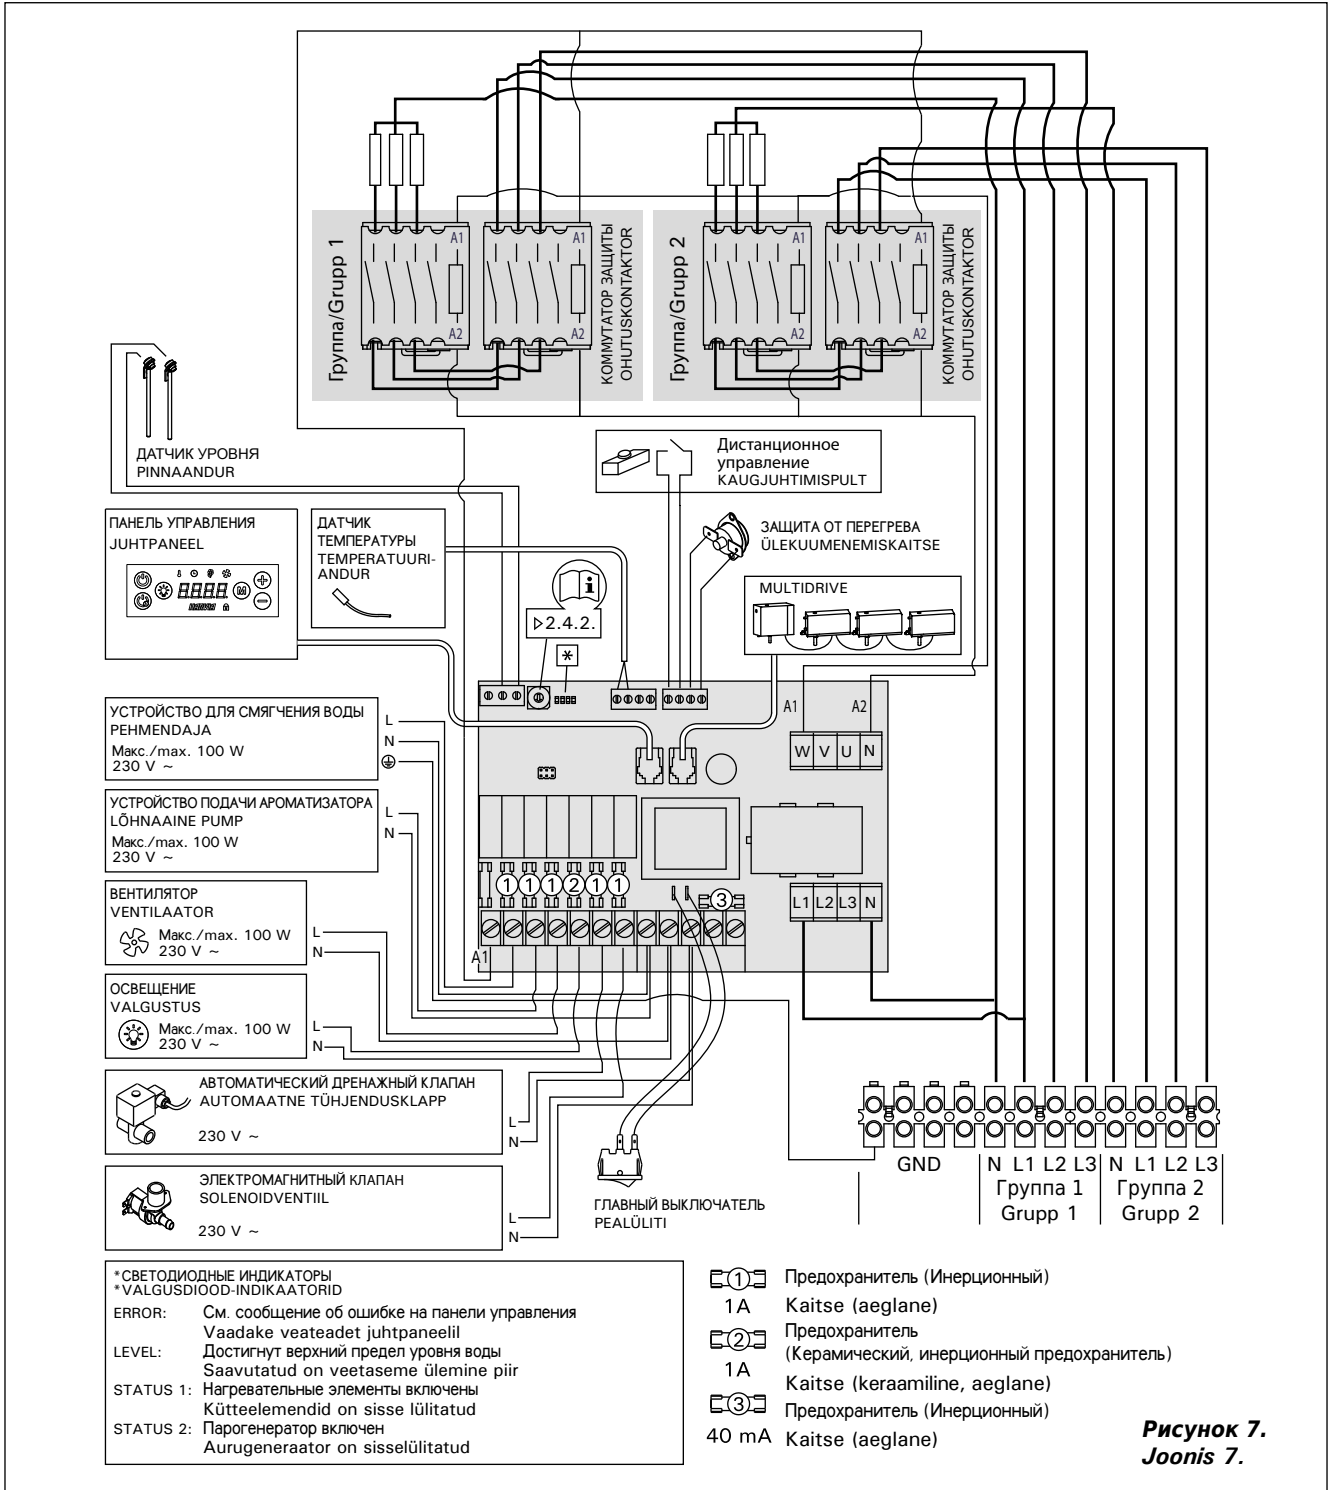

Рисунок 7.
3. Соедините парогенераторы с помощью кабелей Multidrive, входящих в комплект устройства. Также см. рисунок 7.